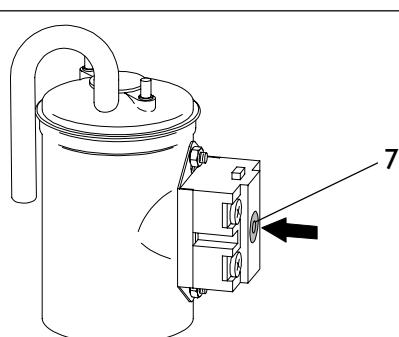

Рис. 21
– Включение предохранительного ограничителя температуры (рис. 21)